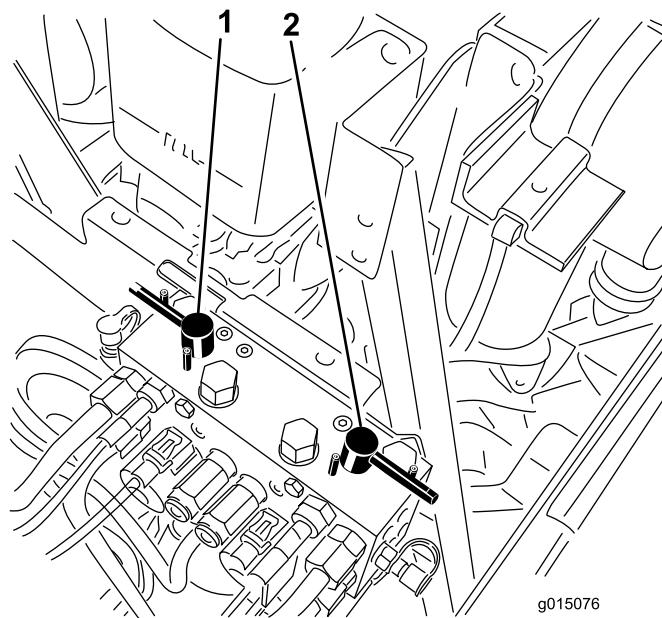

Figure 77
4. Sélectionnez les leviers de rodage avant, arrière ou les deux pour déterminer les tabliers qui ont besoin d'être rodés (Figure 77).